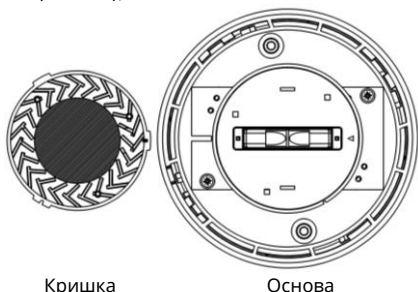

Рисунок 6.1 – Димова камера сповіщувача у відкритому стані
- 3) зняти захисну сітку разом з кришкою димової камери, відтягуючи її від основи (Рис. 6.1);